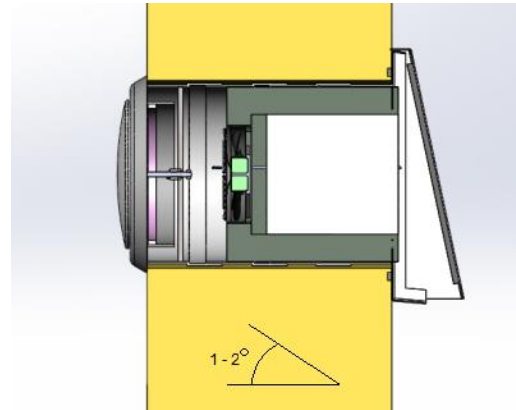

Рис.4
- При сверлении отверстий в стене **наклон наружу должен быть около 1-2%** (рис. 4)